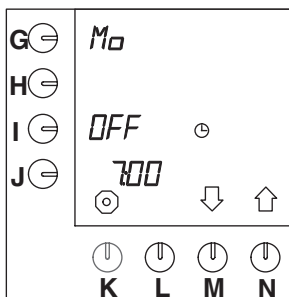

Fig. 43 Préchauffage du container
- Sur l'écran de contrôle, "0" s'affiche à côté de la touche de programmation (I.) (fig.43).